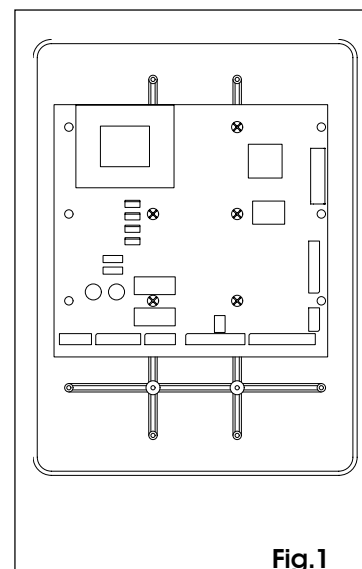

Fig.1
- Pour la fixation de la centrale dans le boîtier étanche, positionner la centrale comme l'indique la fig. 1 et la fixer avec 5 vis autotaraudeuses $\text{A} \text{E} 4,2 \times 13$ (fournies), en plaçant les entretoises entre la carte et les guides du boîtier étanche.